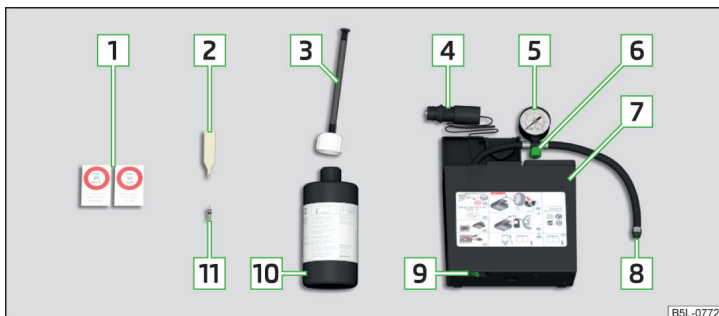

Fig. 124 Descrierea setului de pană
- Aplicați cheia de ventile **2** » *fig. 124 la pagina 116* pe inserția ventilului, astfel încât aceasta să se potrivească în fanta cheii.
- Scuturați bine recipientul **10** » *fig. 124 la pagina 116* de câteva ori în ambele sensuri.
- › Înșurubați bine furtunul de presiune **[8]** » *fig. 124 la pagina 116* pe ventilul anvelopei.
- › Lipiți autocolantul corespunzător **[1]** » *fig. 124 la pagina 116* pe planșa de bord, în câmpul vizual al șoferului.